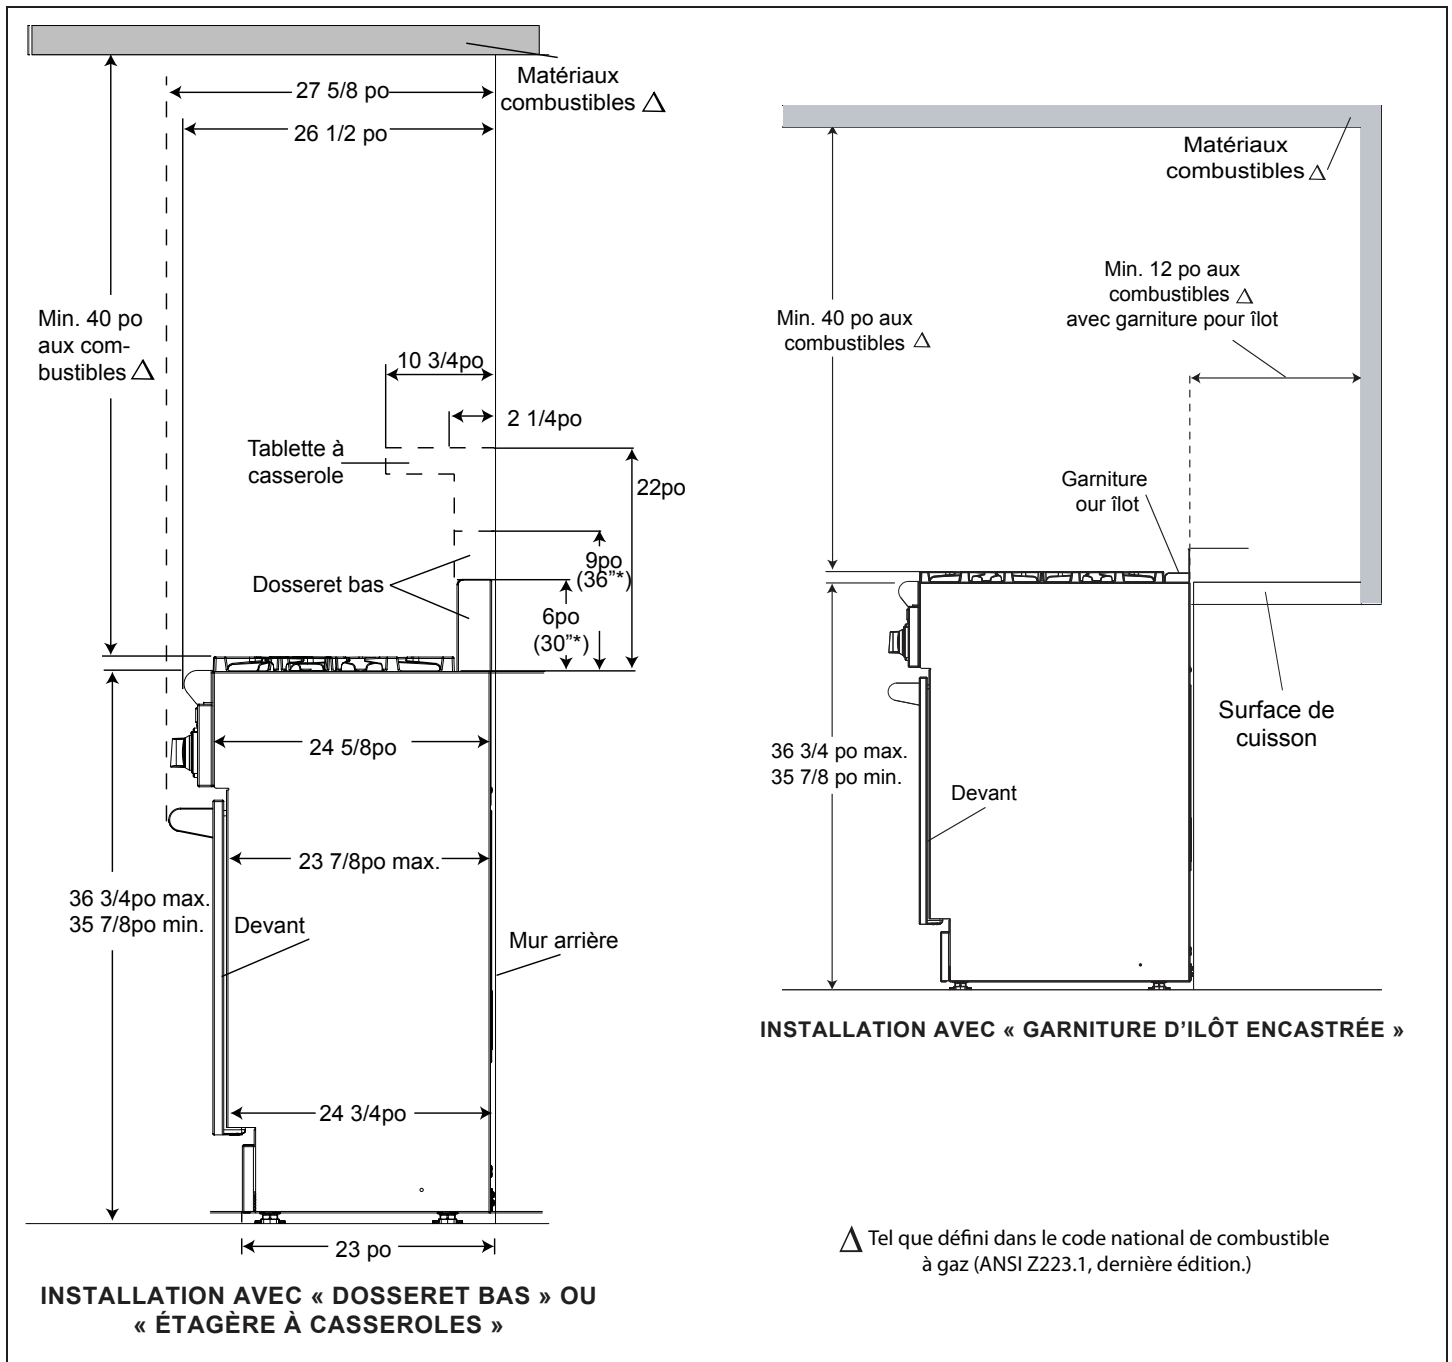

Figure 2 : Vue latérale
2. Les cuisinières peuvent être encastrées entre les armoires au-delà de l'avant du four (Voir Figure 2).
5. Si la distance entre un matériau combustible  $\Delta$  et le bord arrière de la cuisinière au-dessus de la table de cuisson est de moins de 30,5 cm (12 po), il est obligatoire d'installer un dossier bas ou une tablette à casserole Thermador (voir Figure 2). Avec un dégagement au matériau combustible  $\Delta$  de 12 po et plus, la garniture d'îlot encastrée Thermador peut être
utilisée. Les Figure 2 indiquent l'espace libre nécessaire pour chaque type de plaque de protection.
- Le poids approximatif de la cuisinière à l'expédition est celui qui est indiqué au Tableau A. Il est recommandé d'enlever les grilles des brûleurs, la plaque de cuisson, les chapeaux des brûleurs, la plaque d'habillage et les grilles du four pour faciliter la manutention. Le poids de l'appareil s'en trouvera diminué, comme indiqué au Tableau A. Voir Figure 2 à la page 6. **N'ôtez pas la plaque de cuisson.**